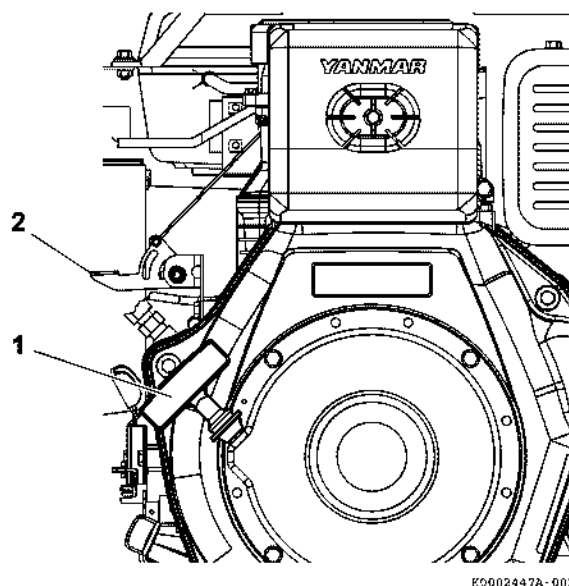

Рис. 33
Двигатель с ручным стартером заводится, если потянуть за ручку стартера (Рис. 33, (1)). Когда вытягивается ручка, это приводит в движение маховик и коленчатый вал. Ручной стартер оборудован пружинным механизмом, поэтому трос с ручкой стартера автоматически возвращаются в исходное положение.
Если опустить рычаг сброса давления (Рис. 33, (2)), это поможет завести двигатель, прикладывая меньше усилий для вытягивания ручки стартера. Рычаг сброса давления автоматически возвратится в исходное положение, когда двигатель заведется.